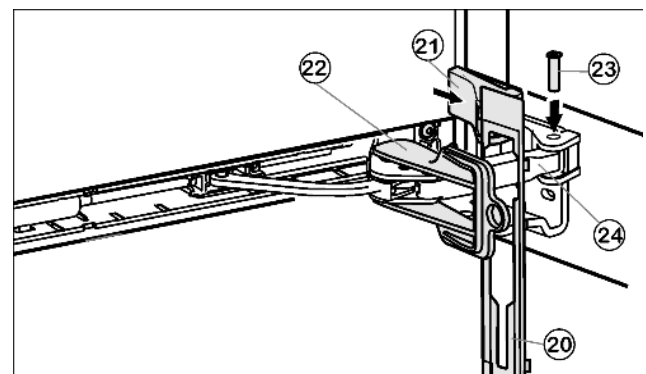

Рис. 14
- Натяните заглушку Рис. 14 (20) на рычаг доводчика таким образом, чтобы стопор показался наружу и передней стороной к прибору.
- Потяните рычаг доводчика Рис. 14 (24) к опорной детали и сверху вставьте болты Рис. 14(23) таким образом, чтобы квадратная головка села в углубление.
- Установите защитную крышку Рис. 14 (21) и зафиксируйте ее.
- ▶ Отвинтите предохранитель *Рис. 14 (22)*.
- ▶ Вставьте заглушку *Рис. 14 (20)* на дверь и зафиксируйте ее.